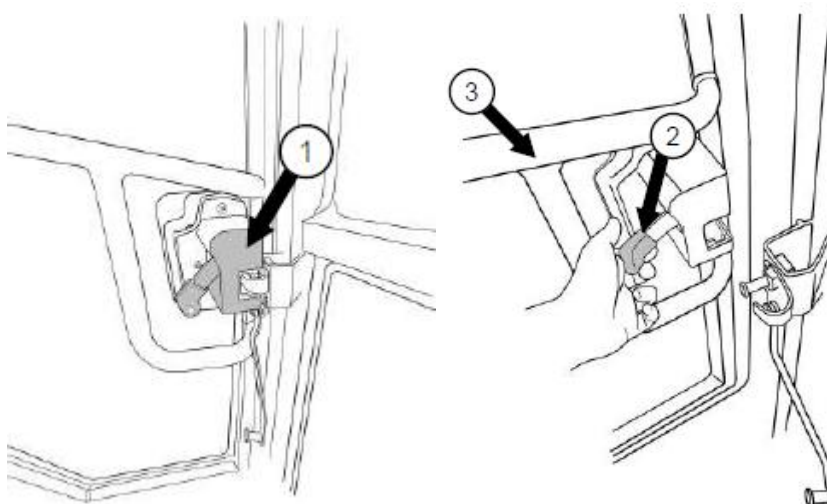

Рисунок 3.3 Внутренняя дверная ручка
- ▶ Потяните рычаг (2) дверной ручки (1) вверх см. рис. 3.3.